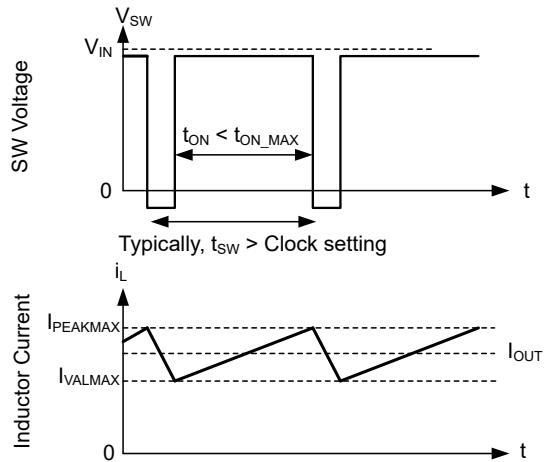

図 7-13. 電流制限波形
ローサイド (LS) スイッチがオンになると、スイッチを流れる電流も検出され、監視されます。ハイサイド デバイスと同様にローサイド デバイスは、内部誤差アンプループによって制御されるターンオフ限界値を持っていて。ローサイド デバイスの場合、発振器が正常に新しいスイッチング サイクルを開始したとしても、電流がこの値を超えるとターンオフは禁止されます。また、ハイサイド デバイスと同様に、ターンオフ電流に許容される高さに限界があります。この制限をローサイド電流制限と呼び、図 7-13 では I_{VALMAX} です。LS 電流制限を超えた場合、LS MOSFET はオン状態を維持し、HS スイッチ